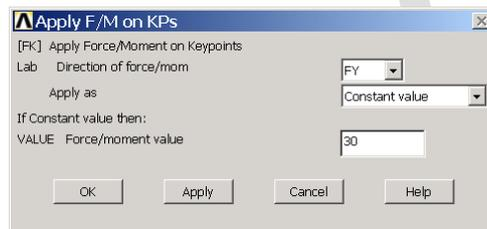

图5.22 对关键点施加力
(1) 单击工具栏上的 **RESUM_DB** 按钮，恢复 5.2.1 节中保存的模型数据库。
(2) 单击 **Main Menu>Solution>Define Loads>Apply>Structural>Force/Moment>On Keypoints** 菜单，弹出图形拾取对话框，用鼠标在图形视窗中选中关键点 7 和 8，然后单击 **【OK】** 按钮，弹出如图 5.22 所示的对话框。